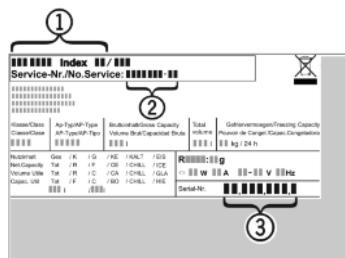

Fig. 12
- Očitajte naziv uređaja Fig. 12 (1), servisni broj Fig. 12 (2) i serijski broj Fig. 12 (3) s tipske pločice. Tipska pločica nalazi se na lijevoj unutarnjoj strani uređaja.
- Obavijestite službu za kupce i javite im kvar, naziv uređaja Fig. 12 (1), servisni broj Fig. 12 (2) i serijski broj Fig. 12 (3).